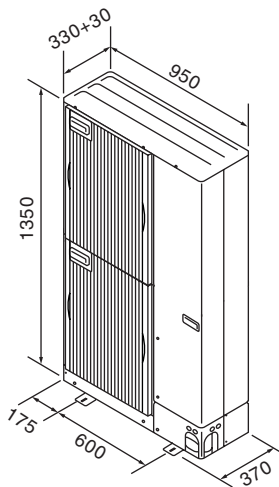

Fig. 2-1
2.3. Dış ölçüler (Dış ünite) (Fig. 2-1)